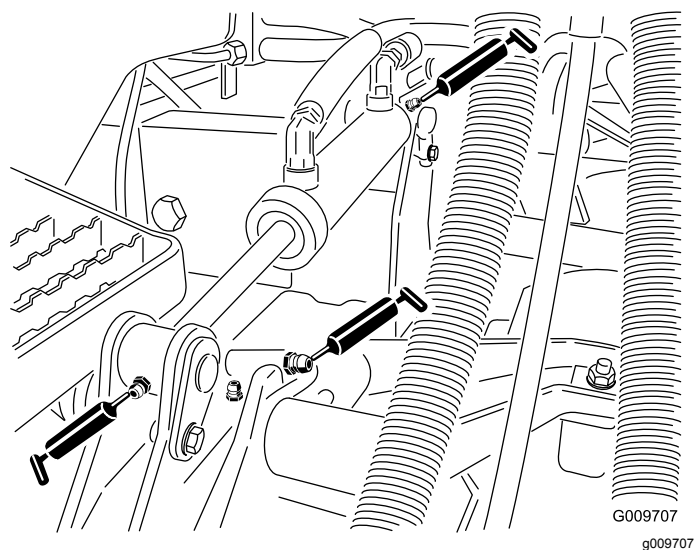

Figura 36
- Casquilhos do braço de elevação (1 por plataforma), como se mostra na Figura 36
- Casquilhos do cilindro de elevação (2 por plataforma), como se mostra na Figura 36